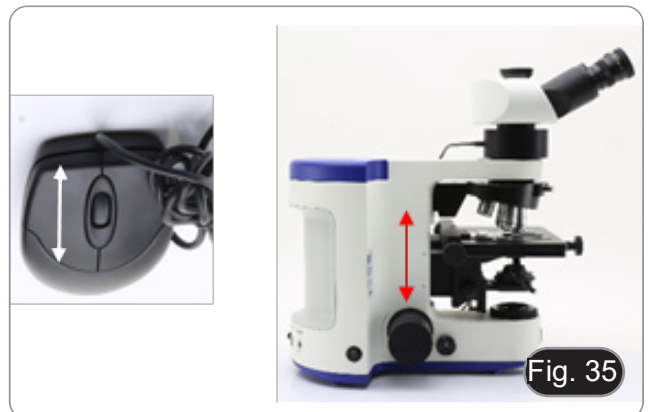

Fig. 35
- O motor de foco é operado através da roda do rato. Girar o motor de foco para frente ou para trás aumenta ou diminui a platina. (Fig. 35)